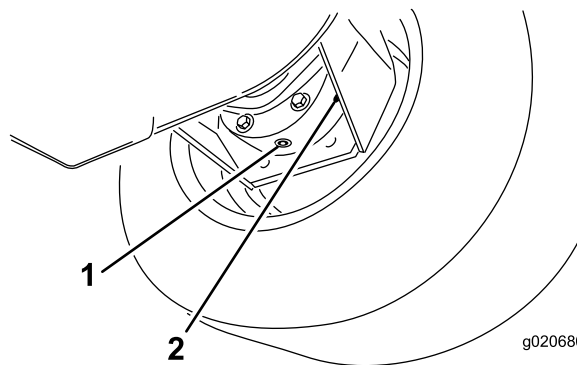

Figura 58
3. Coloque o recipiente de escoamento por baixo da estrutura do travão, retire o tampão e deixe o óleo escorrer para o recipiente (Figura 58).